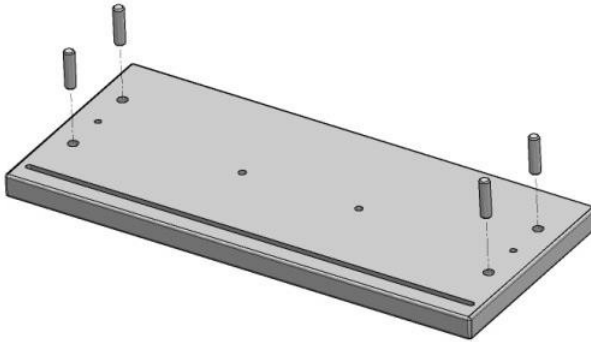
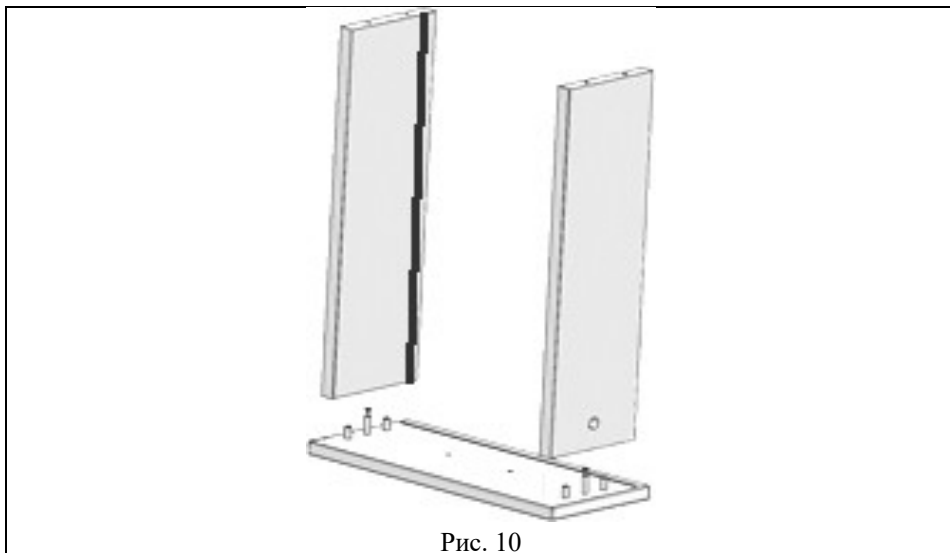

Рис. 9
Рис. 10
5.2.1 В стенку переднюю (поз. 7) вставить шкант мебельный 8x30 дер. (поз.6, пакет №124) (см. рис.9) и вкрутить шток эксцентрика саморез (поз.4, пакет №124) до упора в стенку переднюю (см. рис.9а).
Рис. 9а
5.2.2 На сборку по п. 5.2.1 установить боковину ящика правую (поз. 10), боковину ящика левую (поз. 9) (см. рис. 10). В отверстия боковин вставить эксцентрики EC03ZL/16 (поз.5, пакет №124) (рис. 9а) стрелкой в направлении стенки передней и повернуть эксцентрик по часовой стрелке 180° max. (См. рис. 10а, 10б).
Рис. 10а
Рис. 10б